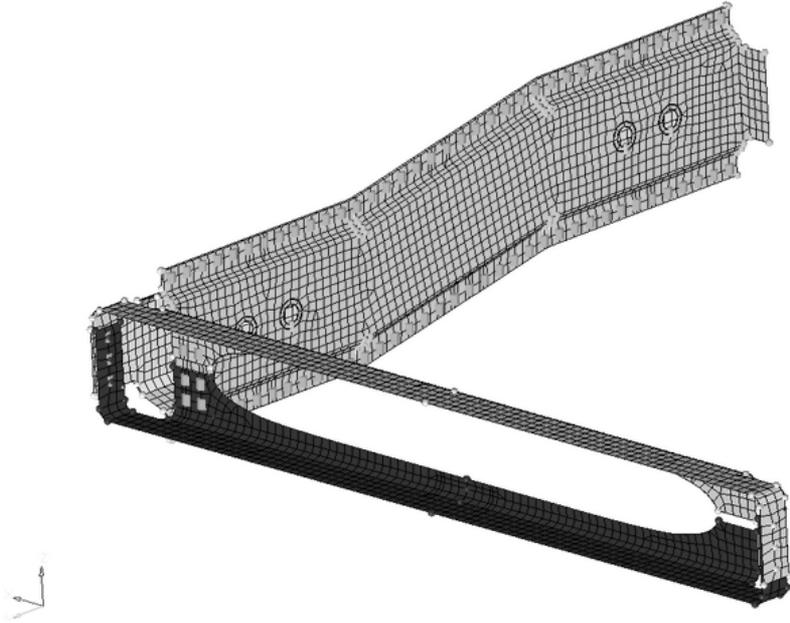

图 6-47 焊接的右轨道和前支架
- (1) 在 `Model Browser` 中，将 `CE_Locations` 设置为当前 `component`。
- (2) 进入 `Connector Browser`，在 `connector` 窗口单击鼠标右键选择 `Create > Spot`。
- (3) 进入 `realize` 子面板。
- (4) 选择 `connectors > displayed`。
- (5) 在 type= 中选择 weld。
- (6) 在 tolerance = 中设定值为 7。
- (7) 将 mesh independent 切换设定为 mesh dependent。
- (8) 单击 realize 将所选 connector 实现为焊接单元。
- (9) 单击 return 按钮回到主面板，结果如图 6-47 所示。